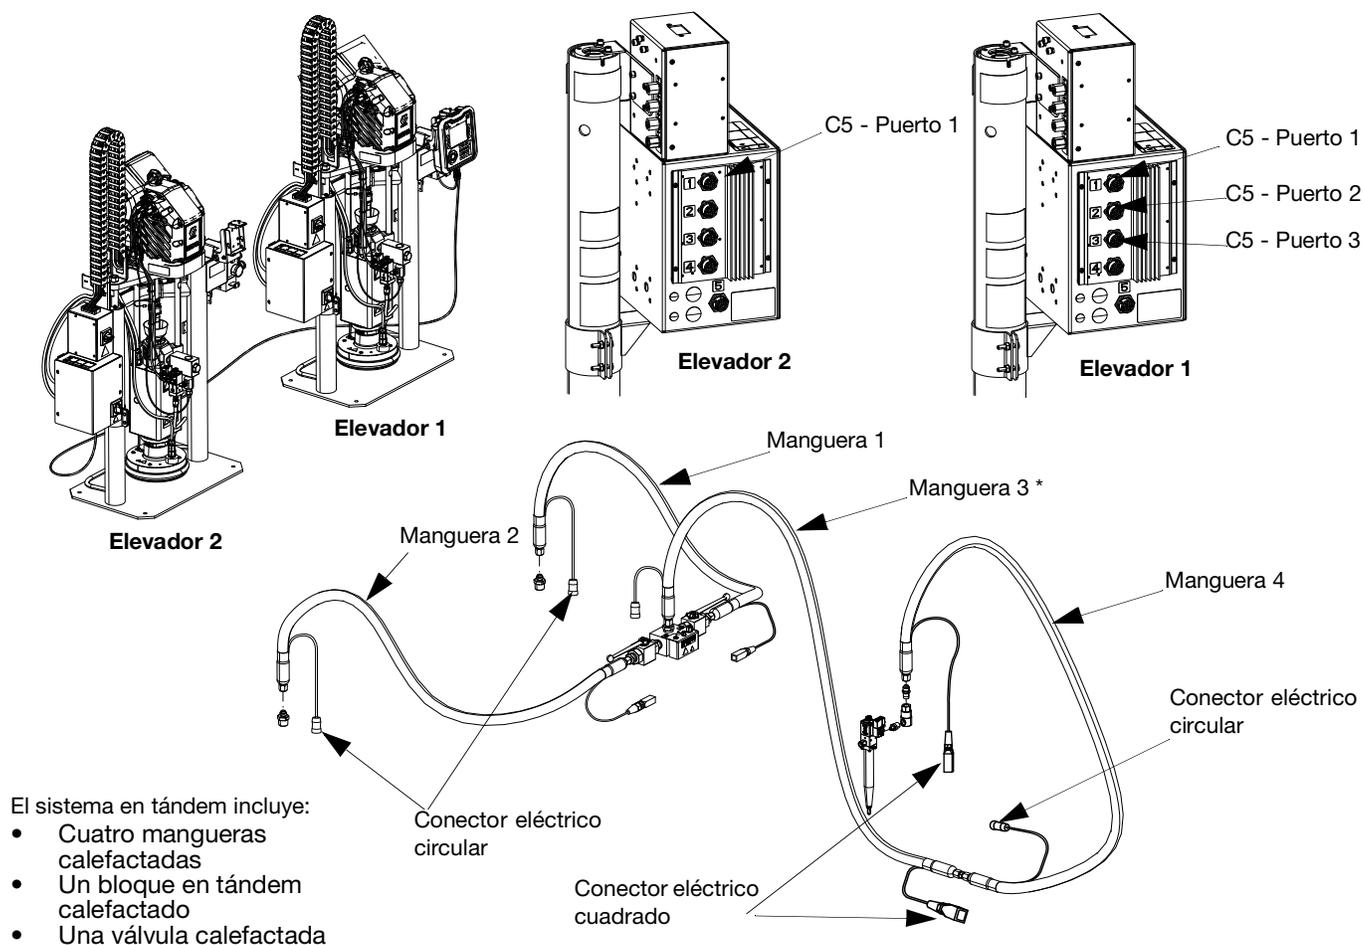

FIG. 33
- Válvula calefactada: conexión eléctrica cuadrada de la manguera 4 a la válvula dosificadora iQ (B).
- Bloque en tándem calefactado: conexión eléctrica cuadrada desde la manguera 1 o la manguera 2 al bloque en tándem calefactado (R). Consulte la FIG. 33.